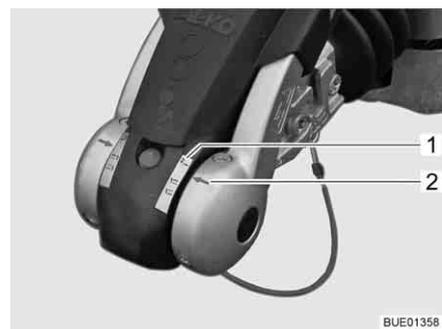

Fig. 4 Control "AKS cerrado"
- Ejecutar control visual: La flecha (Fig. 4,2) debe encontrarse en la marca "2" (Fig. 4,1).